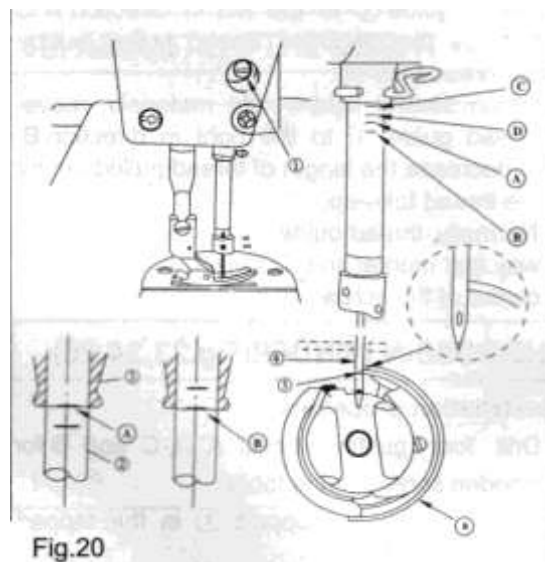

Fig.20
14. Синхронизация иглы и челнока (Fig.20)